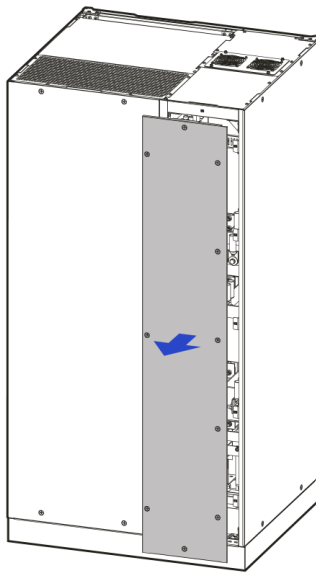

Figura 3-17 Retiro de la cubierta del cableado del UPS-IND HF 13300 y 13400
1. Utilice el desarmador de cruz para retirar los tornillos del bloque de conexiones y retire las cubiertas de cableado, como se muestra en la figura 3-17.